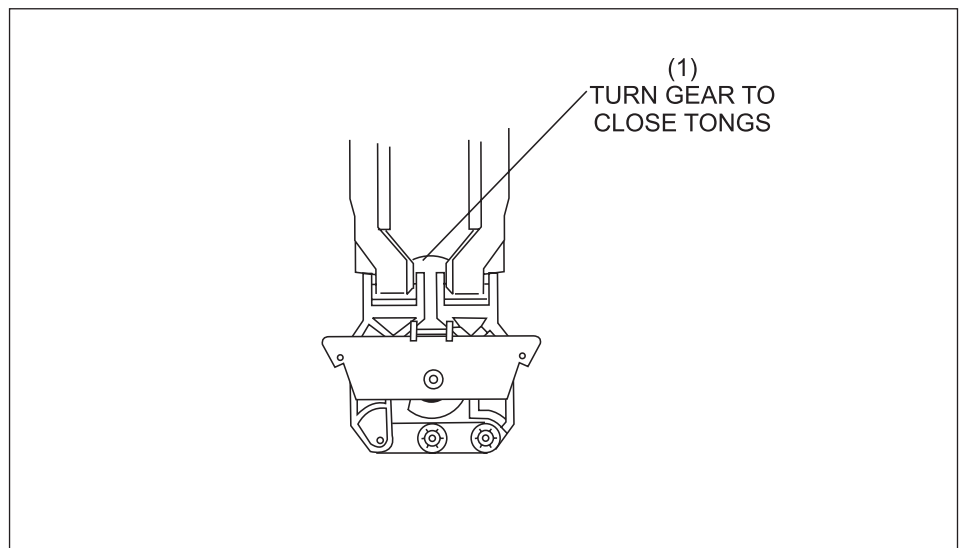

Abbildung 8-8. Greifzangen vollständig geschlossen
6. Drehen Sie das unterste Zahnrad der Greifzangenbaugruppe, bis die Zangen vollständig geschlossen sind. Siehe *Abbildung 8-8*.